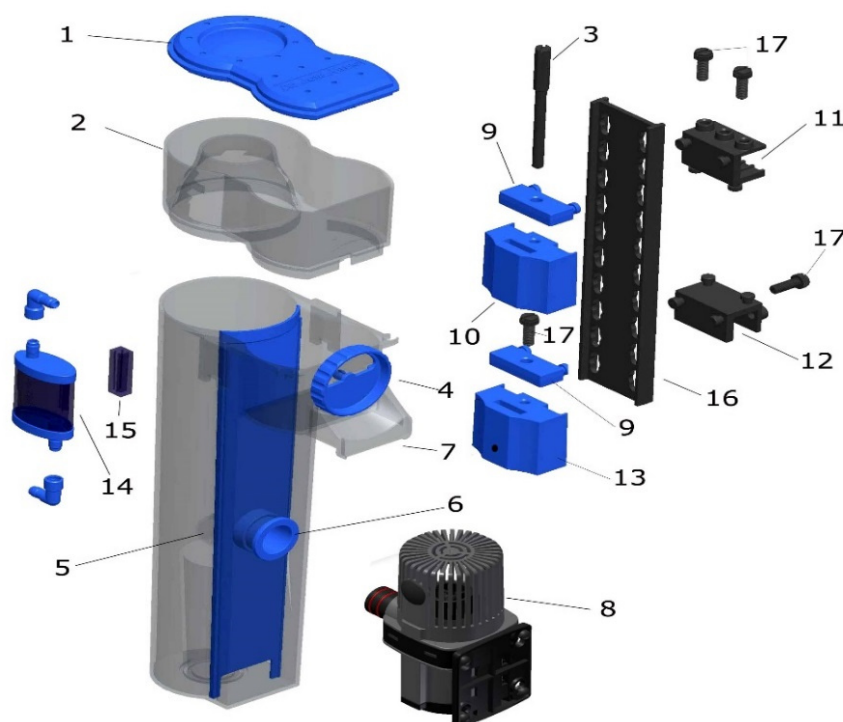
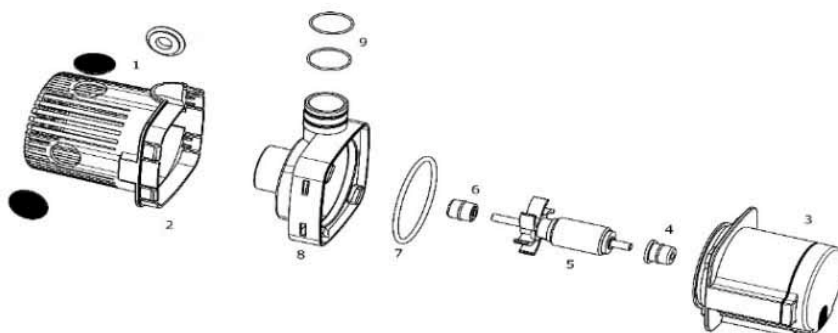

Рис. 1: EVO 501
Рис. 2: Устройство DC Runner 800
Насос-диспергатор DC Runner 800 приводится в действие электронным трансформатором безопасности AC 110 - 240 В / 50 - 60 Гц с выходным напряжением постоянного тока в 24 В. Потребляемая мощность насоса максимум 7 Вт, класс защиты - IP X8. Чтобы открыть насос, разблокируйте замок корпуса ротора (рис. 2, № 8), повернув его. **Помпу следует монтировать засасывающей стороной вверх (см. рис. 1), иначе она может заглохнуть.**
Насос-диспергатор EVO 501 забирает воду из аквариума или фильтровальной камеры, автоматически смешивает её с воздухом в корпусе насоса с помощью созданного вакуума и разбивает фирменным ротором с игольчатым колесом от Aqua Medic (рис. 2, п. 5) на мелкие пузырьки. Затем эта водно-воздушная смесь перекачивается в реакционную трубу скиммера, где органические вещества на пузырьках пены собираются в чаше для пены. Очищенная вода течет вверх из скиммера в желоб (рис. 1, п. 7) и обратно в аквариум или резервуар фильтра.
Сначала флотатор собирается в соответствии с рис. 1. Он может быть легко прикреплен к держателю на аквариумном стекле или к стеклянной фигурной скобе. Они должны быть легкодоступны, и находиться в защищенном месте - сбоку или сзади. Насос вставляется в штуцер (6) скиммера, кабельные точки располагаются внизу, воздушный шланг идет вверх к звукопоглотителю (14). Звукопоглотитель монтируется с помощью кронштейна (15) к чаше пеноотделителя (2) или аквариумному стеклу. Для этого снимите защитную пленку с клейкой ленты. Поверхность склеивания должна быть чистой и обезжиренной.
С помощью крепёжного профиля (11) пластину (7) нужно установить на поперечную распорку или вертикальную панель. Вторым профилем (12) нужно установить ниже в качестве прокладки. Винтами (12a) расстояние нужно отрегулировать так, чтобы крепёжная пластина висела вертикально вниз. На противоположной от крепёжной пластины стороне устанавливают зажимное устройство для регулировочного винта (9) и каретки (10). Для этого регулировочный винт (8) пропускают через отверстие (9a) держателя винта и закручивают его в резьбу (10a) каретки. Каретка приводится в движение поворотом винта (8) вверх и вниз. Скиммер крепится находящимся сбоку крепёжным уголком в паз каретки (10b). Так как скиммер висит прямо, то к нижней крепёжной пластине устанавливается вторая каретка (рис. выше) с резиновыми подшипниками в качестве прокладки. Скиммер регулируется таким образом, что сточный желоб находился выше уровня воды. В запускаемых новых аквариумах скиммеры редко можно отрегулировать таким образом, чтобы образование пены происходило постоянно. Это происходит при наполнении аквариума. Чтобы поролоновая чаша не переполнялась бесконтрольно, не погружайте скиммер слишком глубоко в воду (уровень воды на 1-2 см ниже сточного желоба [рис. 1, № 7]).